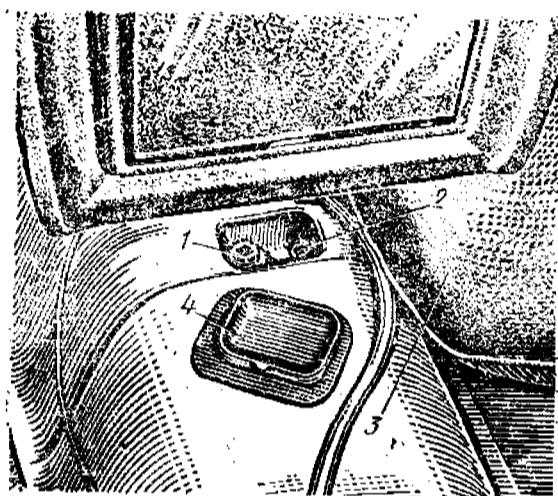

Рис. 46. Расположение наливного отверстия и маслоизмерительного стержня в картере коробки передач:
**Картер коробки передач.** На маслоизмерительном стержне 2 (рис. 46) картера коробки передач имеются две метки: